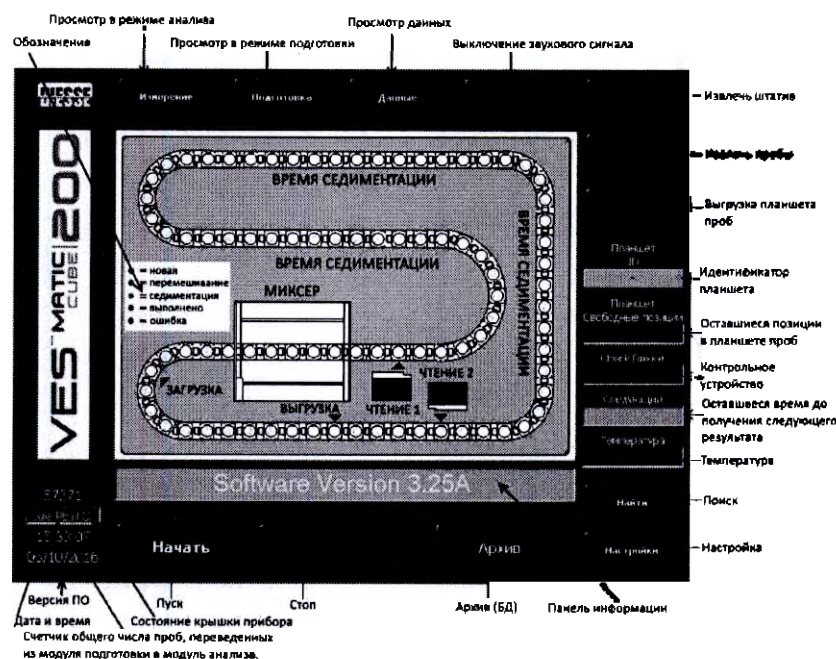

Рисунок 14. Главное меню
После включения анализатора нажмите кнопку «НАЧАТЬ» в главном меню (см. рисунок 14), чтобы запустить диагностику МИ. Данная операция является обязательной и позволяет провести проверку надлежащего функционирования всех внутренних устройств и правильного положения движущихся частей анализатора.
**Таблица 3. Функции главного меню (рис. 14).**
Таблица 4. Другие доступные функции главного меню (рис. 14).